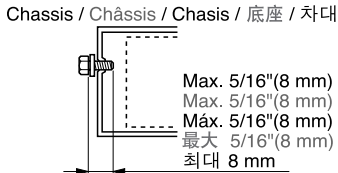

Figure 3 / Figure 3 / Figura 3 / 图3 / 그림 3
- Use the enclosed screws for installation. Using other screws can cause damage. (Figure 3)
- Utilisez les vis fournies pour l'installation. L'utilisation de toute autre vis peut causer des dommages. (Figure 3)